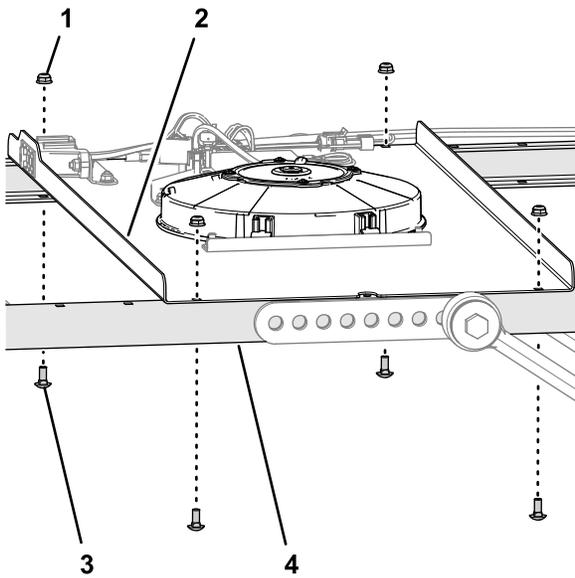

Figura 12
- Retire los 4 pernos de cuello cuadrado ($\frac{1}{4}$ " x $\frac{5}{8}$ ") y las 4 contratuercas con arandela prensada ($\frac{1}{4}$ ") que sujetan el panel de interruptores a los perfiles del bastidor lateral derecho e izquierdo (Figura 12).
D. Instale el panel de interruptores en los perfiles de bastidor lateral con los pernos de cuello cuadrado y las contratuercas (Figura 12) que retiró en el paso 3.B